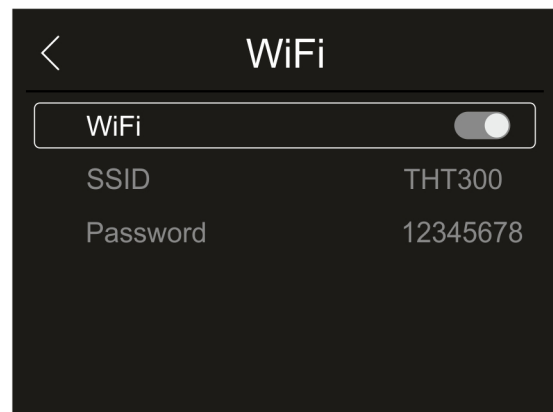

Fig. 14: Attivazione collegamento WiFi
1. Toccare la voce “WiFi” per entrare nella sezione di attivazione/disattivazione e personalizzazione del collegamento WiFi sullo strumento. Le videata di Fig. 14 – parte destra è mostrata a display.